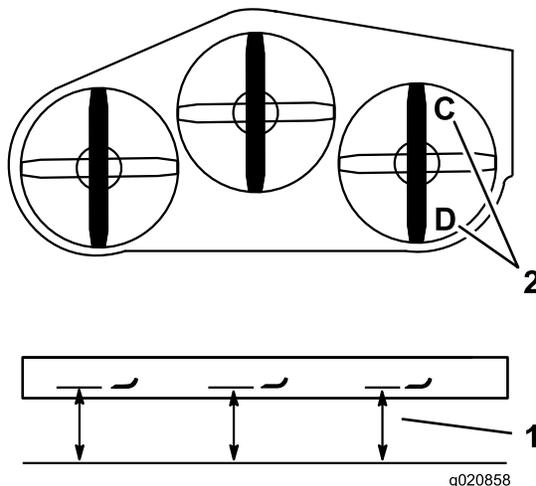

Figura 83
1. Posicione a lâmina direita da parte dianteira para a traseira (Figura 83).
2. Meça a lâmina direita no local **C**, numa superfície nivelada à extremidade de corte da ponta da lâmina e registe esta medição (Figura 83).
3. Meça a lâmina direita no local **D**, numa superfície nivelada à extremidade de corte da ponta da lâmina e registe esta medição (Figura 83).
Nota: A lâmina do cortador deve estar 6 a 10 mm mais baixa na posição **C** do que na posição **D** (Figura 83). Caso isto não esteja correto, avance para os passos abaixo.
- Posicione a lâmina direita da parte dianteira para a traseira (Figura 83).